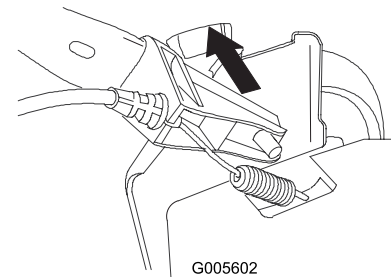

Bild 4
2. Montieren Sie das Ende des linken unteren Griffs und den Kabelanker auf den Stift an der linken Griffhalterung (Bild 4).
Hinweis: Verwenden Sie das obere Loch im Griff (Bild 4).